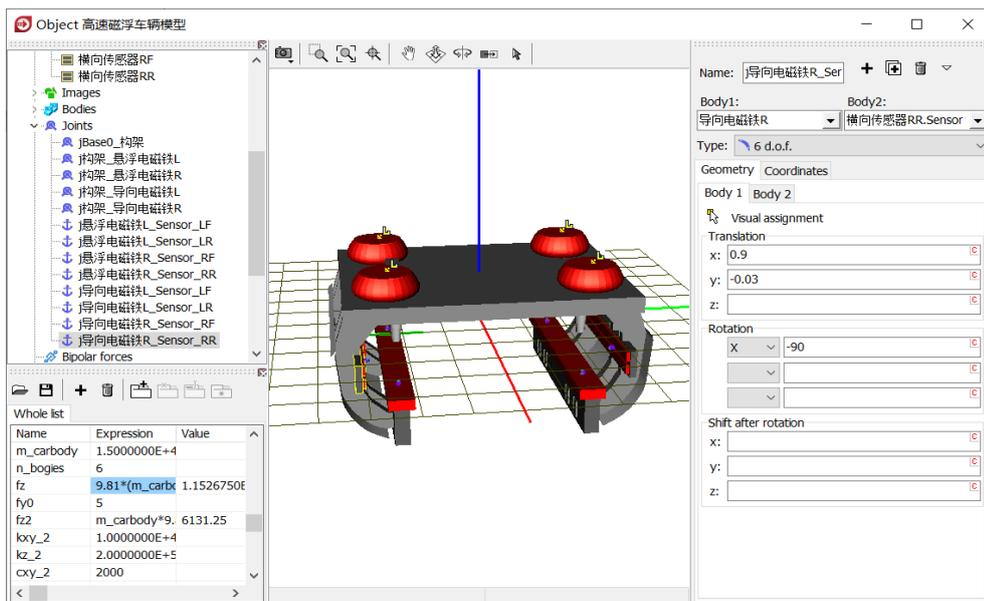

图 3-135
- 10) 复制生成第十三个铰,更改 **Body2** 为**横向传感器 RR.Sensor**,修改 **Body1** 的连接点坐标为 $(-0.9, -0.03, 0)$,切换到完整视图,如图 3-135。